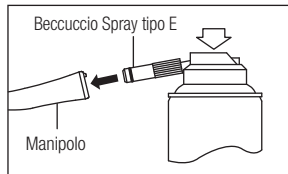

Fig. 15
- 2) Inserire il beccuccio spray nella parte posteriore del manipolo. Mantenere il manipolo e spruzzare 2-3 volte per circa 2-3 secondi. Erogare il lubrificante fino a quando non fuoriesce dalla testina del manipolo per almeno 2 secondi (Fig. 15).
- 3) Lubrificare il manipolo usando NSK PANA SPRAY Plus / PANA SPRAY (Fig. 15) o un sistema di pulizia e lubrificazione automatico per manipoli NSK.